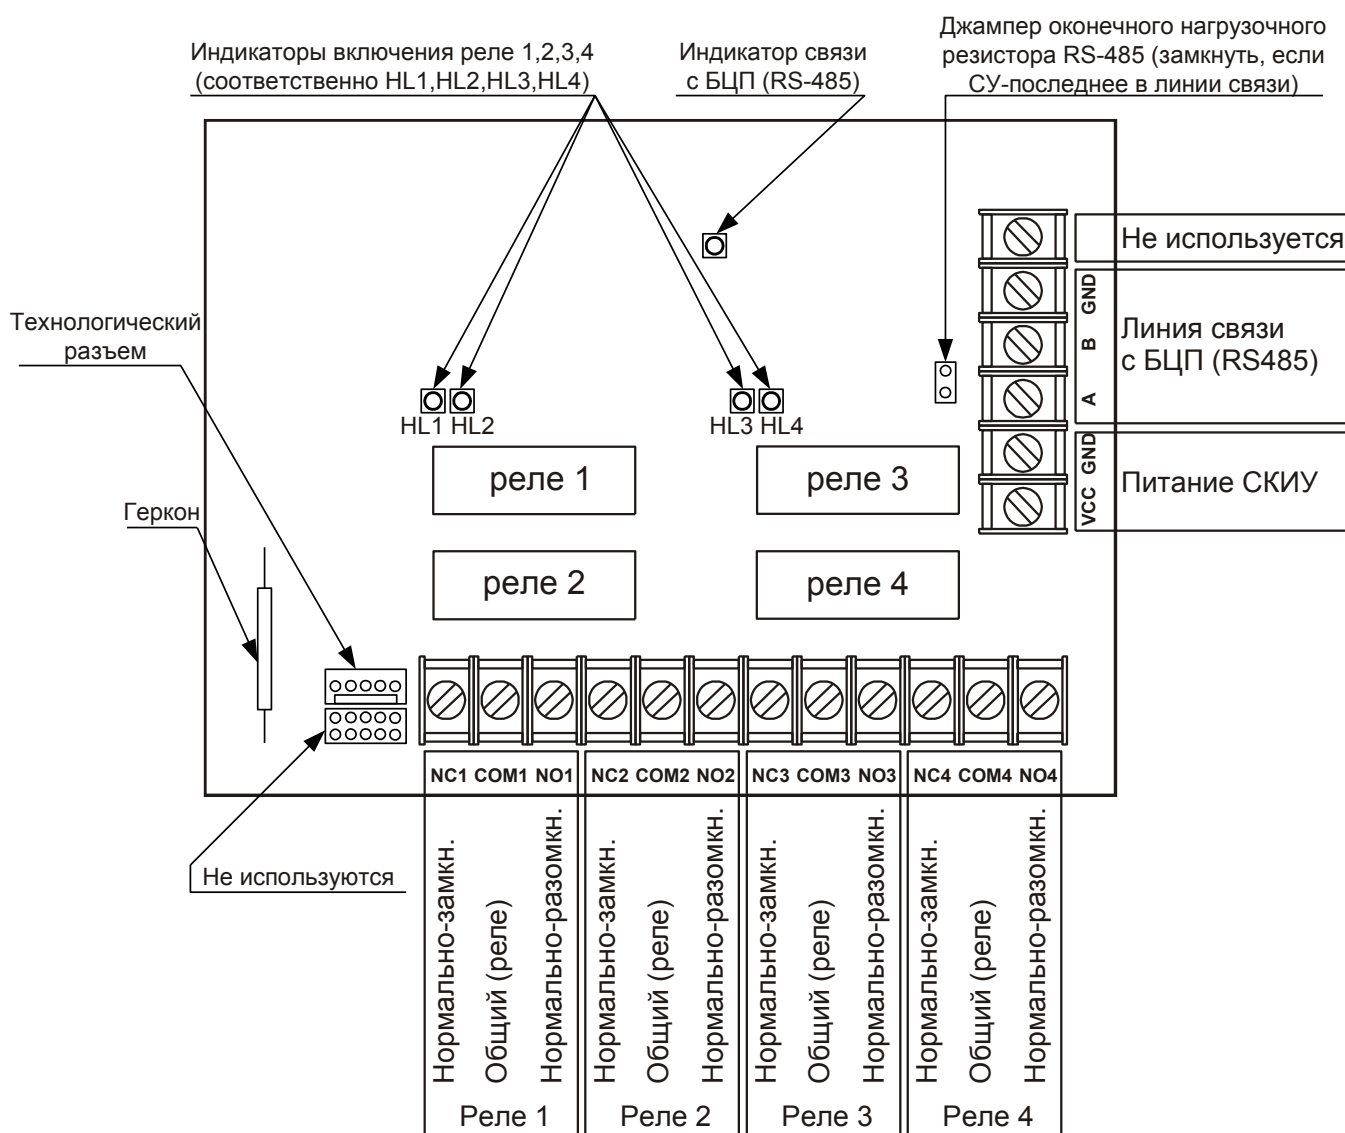

Рис. 4 Схема подключения СКИУ
4.3. На Рис. 4 приведен внешний вид печатной платы СКИУ.
- Если СКИУ является последним устройством в линии связи с БЦП, перемычку согласующего резистора (см. Рис. 4) необходимо замкнуть. Далее необходимо сконфигурировать БЦП для работы с СКИУ в соответствии с Руководством по эксплуатации БЦП ППКОПУ 01059-1000-3 «Рубеж-08».